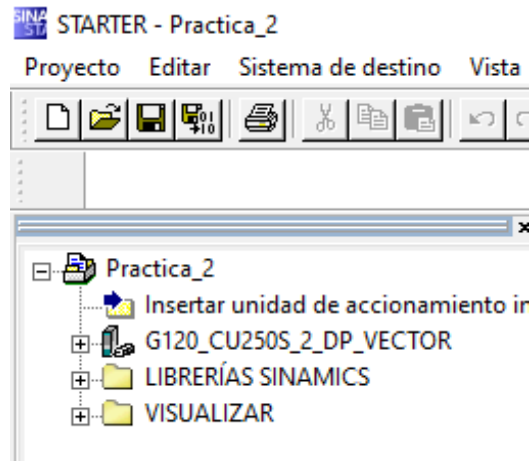

Figura 14: Navegador del proyecto
- 9) Después de presionar el botón “Terminar”, en el navegador del proyecto ubicado en la parte izquierda, se encontrará el nombre del proyecto, el variador que fue detectado, una carpeta de librerías sinamics y una carpeta de visualizar (ver Figura 14).